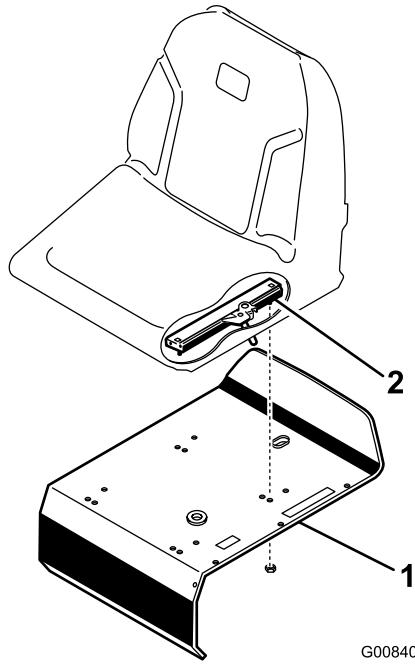

図 4
3. 付属部品のロックナット (5/16 in.) で、運転席とシート・パネルとシートスライドをサポートに固定する (図 4)。